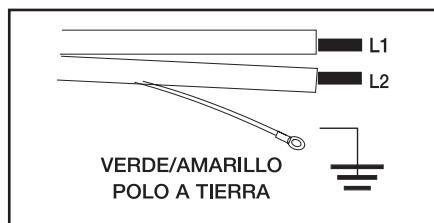

Fig. 1
- Conecte los cables terminales de su horno como se indica en la Fig. 1, utilizando cables y medios de desconexión al alambrado, especificado en el código eléctrico nacional (Colombia NTC 2050).